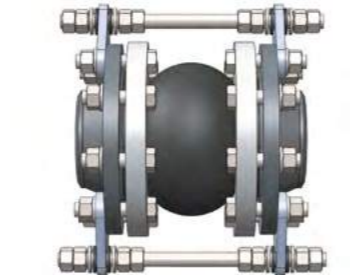

рис. 3
- стержни ограничивают компенсатор одновременно от чрезмерного растяжения и чрезмерного сжатия – необходимо использовать дополнительные гайки, шайбы и амортизаторы (в стандартную поставку не входят). Гайки и шайбы устанавливаются с наружной и внутренней стороны кронштейна. (рис. 3)